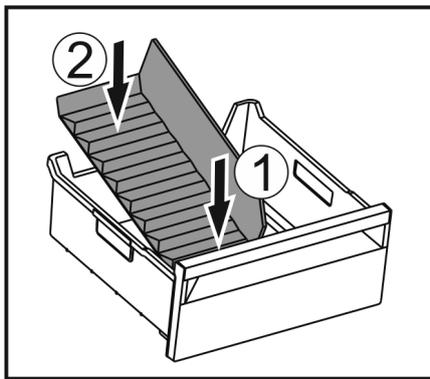

Fig. 139
- ▶ 装入冰格分隔器前部。 Fig. 139 (1)
- ▶ 将冰格分隔器后部放低至抽屉底板。 Fig. 139 (2)